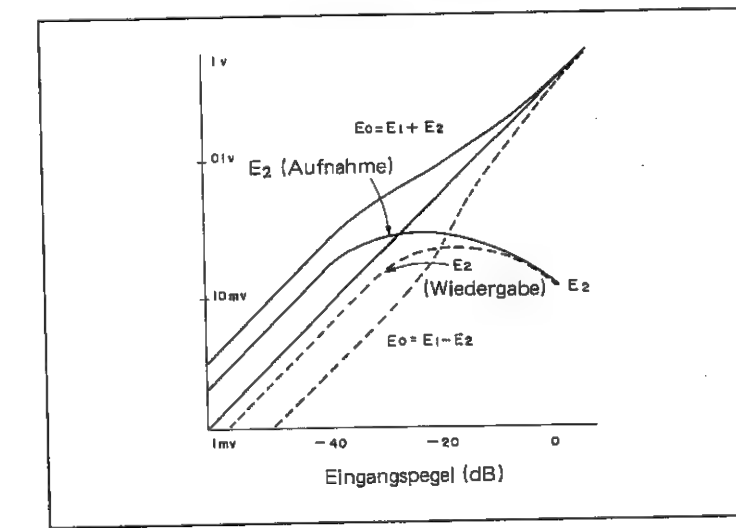

Abbildung 12-4
Mit Hilfe des Schaltkreises (C) wird die Ausgangsspannung des Dämpfungsglieds erhöht und dem Dolby-Summierer zugeleitet. Mit dem Schaltkreis (D, G) wird die Gleichspannung erzeugt und die Ansprech- und Erholungszeit des Begrenzers geregelt. Das Wechselspannungssignal wird der Gleichspannung überlagert und als „NF-Signal dem Schaltkreis (F) zugeführt, um die Verzerrung zu vermindern. Die Abbildung 12-4 zeigt die Funktionsweise der Dolby-Nebenschaltung.